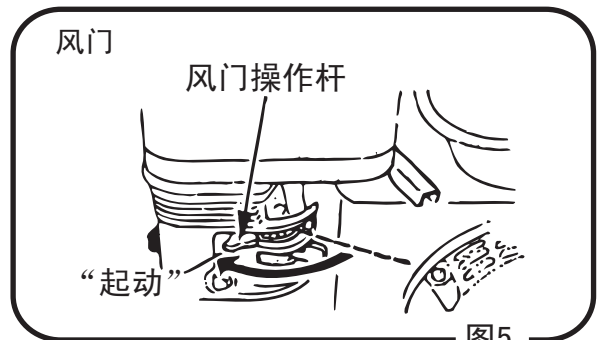

图5
3. 寒冷时或是发动机难以启动时，要将风门操作杆打到‘起动’的位置。发动机处于热机状态时，不需上述操作。(图5)